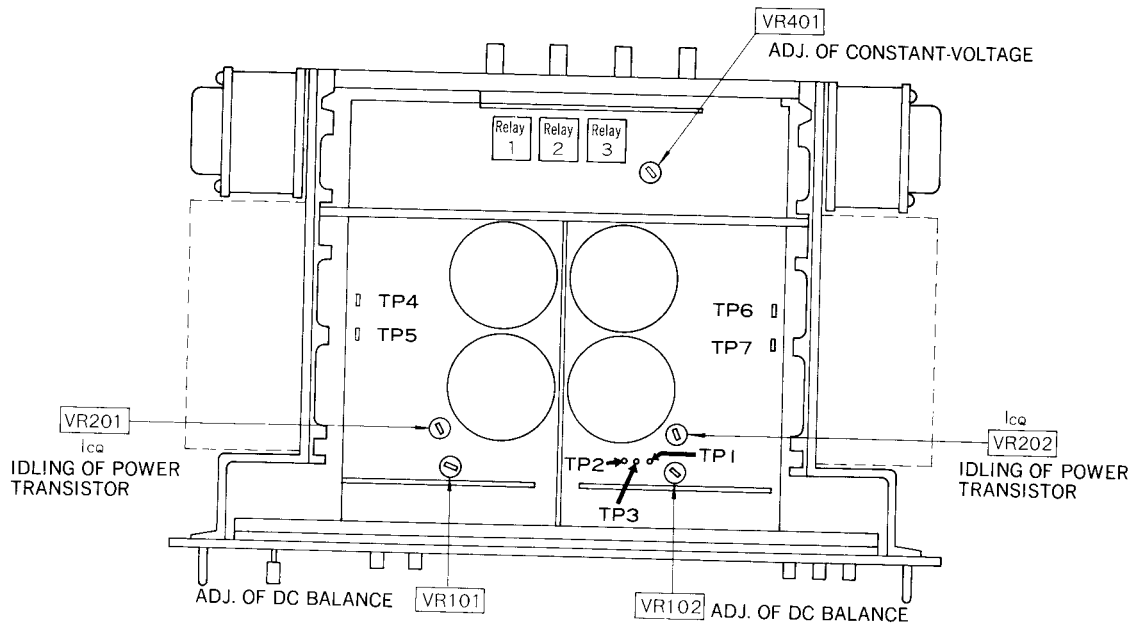

Fig. 1 (Abb. 1)
• Diagramm für die abzustimmenden Teile (Abb. 1)
<ul style="list-style-type: none"> • Diagramme des sections devant être réglées (Fig. 1) • Conditions de l'ensemble